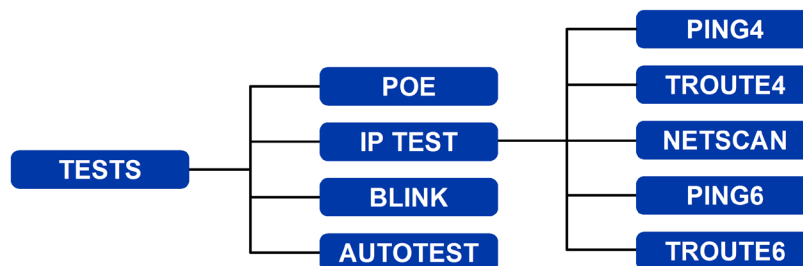

Abb. 16 Testmenüstruktur - Ethernet-Tests (2)
(2) Wird ein aktives Netzwerk gefunden, aber kein SignalTEK NT Remote-Handgerät, steht in der Informationsleiste des Ausgangsdisplays „Ethernet“, und wenn das Symbol TESTS ausgewählt wird, sind die in Abb. 16 abgebildeten Ethernet-Tests verfügbar.